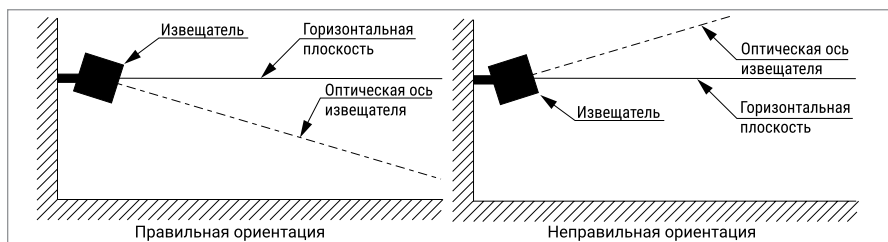

Рисунок 80. Правильная и неправильная ориентация извещателя
- Оптическая ось извещателя должна быть нацелена на объект по нисходящей под углом к горизонту, по крайней мере в 10-20 градусов Рисунок 80. Такая установка предотвращает скопление влаги на оптической части извещателя.